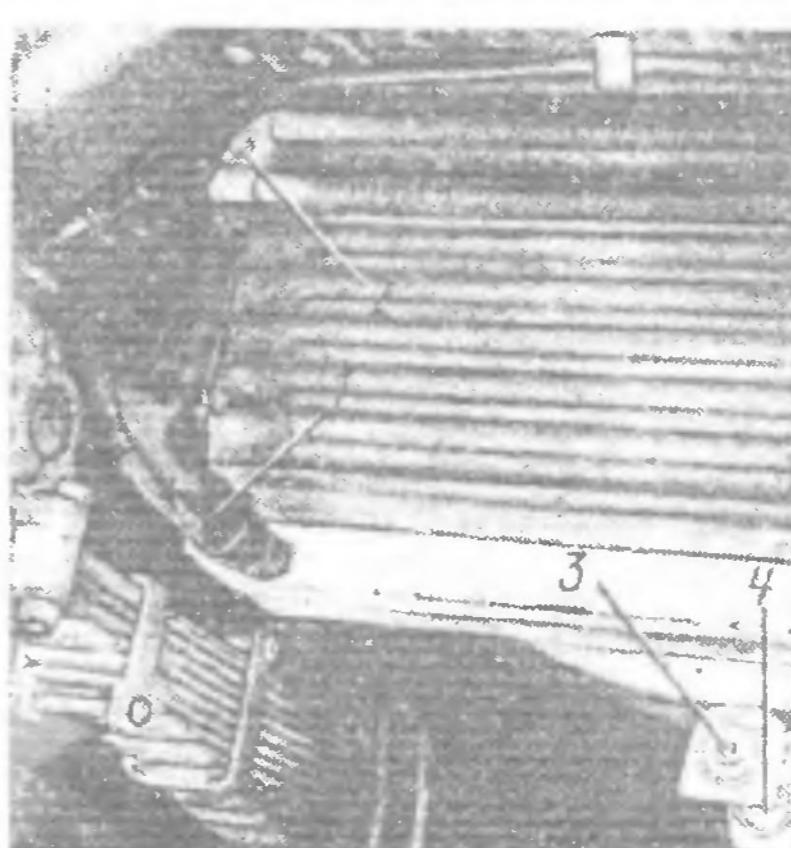
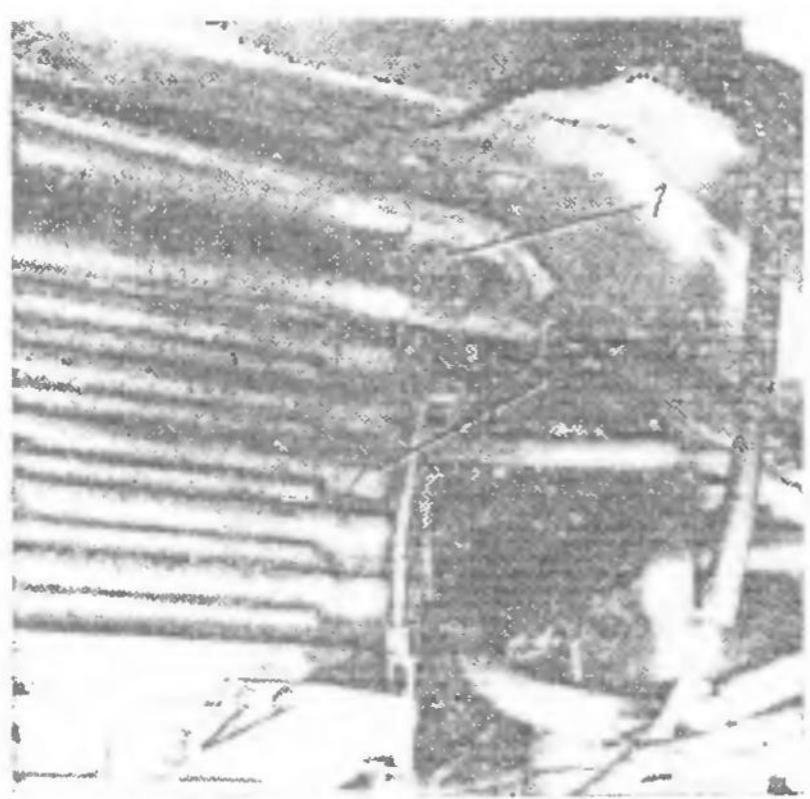

Рис. 22. Тяга крепления радиатора:
Рис. 23. Привод жалюзи радиатора.
9. Отсоедините от радиатора шланг 1 (рис. 22) отопителя. Выверните болт 2 (правый) крепления масляного радиатора гидроусилителя рулевого управления. Отверните гайки 3 и 4 тяги крепления радиатора и снимите	Отвертка, ключи 13, 17 мм, накидной ключ 17 мм
10. Выверните второй болт 1 (рис. 23) крепления масляного радиатора гидроусилителя рулевого управления. Выверните болты 3 кронштейна и расшплинтуйте поводок 2 привода жалюзи	Ключи 10, 13 мм, плоскогубцы, сменная головка 13 мм и вороток
23. Зашплинтуйте поводок 2 (см. рис. 23) привода жалюзи и, установив кронштейн, вверните болты 3. Вверните без затяжки болт 1, присоединив масляный радиатор гидроусилителя рулевого управления	Плоскогубцы,ключи 10, 13 мм, сменная головка 13 мм и вороток
24. Вверните болт 2 (см. рис. 22) крепления масляного радиатора гидроусилителя рулевого управления. За-	Ключ 13 мм, отвертка, сменная головка
тяните окончательно болт 1 (см. рис. 23). Подсоедините к радиатору и закрепите шланг 1 (см. рис. 22) отопителя	13 мм и вороток
30. Установите тягу крепления радиатора, распорные втулки, подушки, чашки и заверните гайки 3 и 4 (см. рис. 22) крепления тяги	Ключ 17 мм, накидной ключ 17 мм